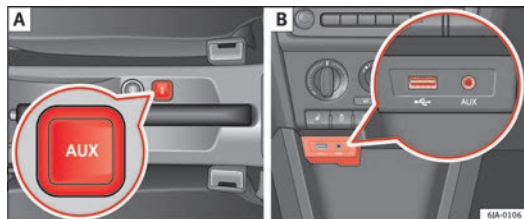

Fig. 40 Entrata AUX-IN/entrata MDI
- sulla console centrale tra i sedili anteriori ⇒ fig. 40 - [A];
- sul vano portaoggetti nella console centrale anteriore ⇒ fig. 40 - [B];
L'entrata MDI si trova sul vano portaoggetti della console centrale anteriore ⇒ fig. 40 - [B];